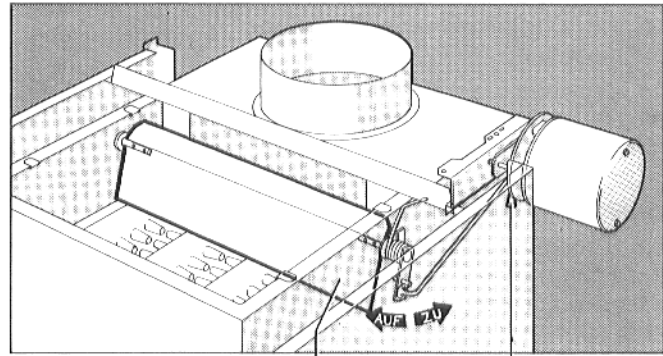

Fig. 28
- Dopo avere posto l'interruttore d'esercizio del quadro comando in posizione I ("EIN" = inserito), la serranda dei gas di scarico deve, se viene richiesto calore, portarsi in posizione d'apertura ("AUF"). Il controllo avviene osservando il movimento della leva di posizionamento (Fig. 28). Soltanto quando questa ha raggiunto la posizione finale "AUF", può esservi accensione della fiamma principale del gas.